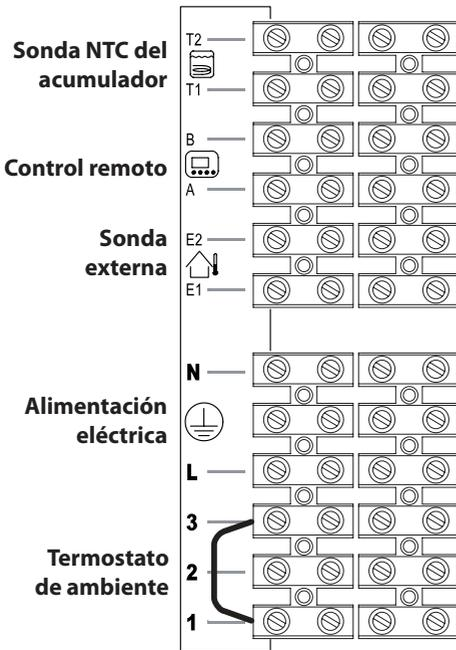
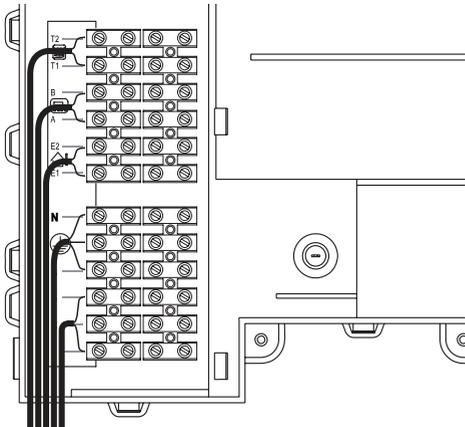
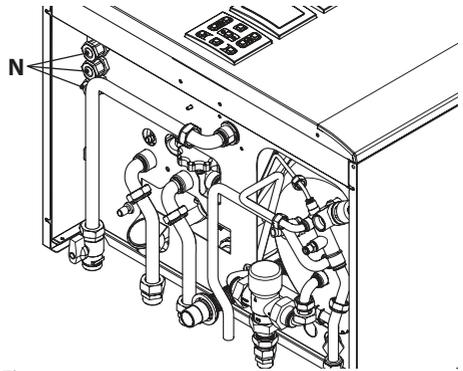

Figura 5.18
Figura 5.19
Figura 5.20
- Conecte el cable de alimentación eléctrica procedente del interruptor omnipolar a la bornera de alimentación eléctrica de la caldera (Figura 5.18) respetando la correspondencia de la línea (hilo marrón) y del neutro (hilo azul claro).
El cable o los hilos de alimentación eléctrica de la caldera y del termostato de ambiente deben seguir el recorrido indicado en la Figura 5.19.
Haga salir los cables de la caldera utilizando los pasacables adecuados **N** (Figura 5.20).
Para conectar un termostato de ambiente use los bornes indicados en la Figura 5.18.
Para conectar válvulas de zona use los bornes del termostato de ambiente indicados en la Figura 5.18 y en la Figura 5.19. Los conductores eléctricos de los contactos del microinterruptor de la válvula de zona deben conectarse a los bornes "1 y 3" de la bornera del termostato de ambiente, como en la Figura 5.19.
El cable o los hilos de alimentación eléctrica de la caldera y del termostato de ambiente deben seguir el recorrido indicado en la Figura 5.19. Haga salir los cables de la caldera utilizando los pasacables adecuados **N** (Figura 5.20).
Los hilos de conexión de la sonda externa deben seguir el recorrido indicado en la Figura 5.19.
El cable del control remoto debe seguir el recorrido indicado en la Figura 5.19.